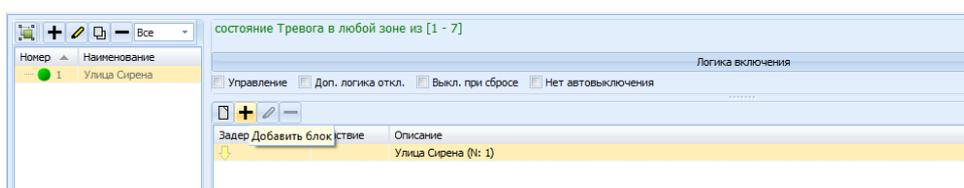

Рисунок 9.23 Добавление исполнительного блока в сценарий
- нажать кнопку **+** в правом поле окна вкладки (или команду Добавить блок контекстного меню) (Рисунок 9.23),